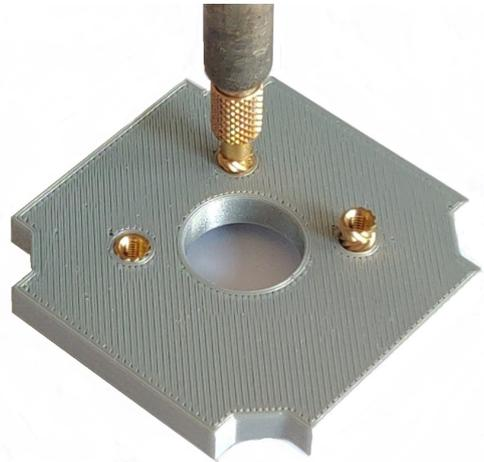

Abb. 5: Einschmelzen der Gewindeeinsätze
- (4) Montieren Sie ggf. die Spitze zum Einschmelzen der Gewindeeinsätze am Lötkolben und heizen Sie den Lötkolben auf 220°C.
- (5) Platzieren Sie die GEWINDEEINSÄTZE, M3 in den vorgesehenen Öffnungen des 10A\_Si\_V\*\_INSERT 90° (Abbildung 5).
- (6) Schmelzen Sie die Gewindeeinsätze mit dem Lötkolben vorsichtig in den 90°-Einsatz, sodass die Einsätze bündig mit der Oberfläche sind. Achten Sie darauf die Einsätze möglichst senkrecht einschmelzen (Abbildung 5).